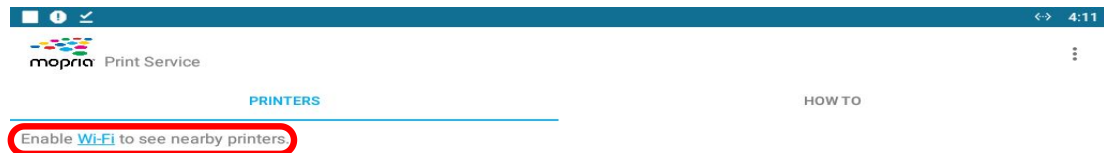

Bild 8
4. Nachdem Sie die Benutzeroberfläche der Druckersoftware aufgerufen haben, tippen Sie auf „**Enable Wi-Fi to see nearby printers**“ (WLAN zur Anzeige von Druckern in der Nähe), um mit dem WLAN des Druckers zu verbinden, wie in Abbildung 8 dargestellt. Die WLAN-Verbindung war erfolgreich, wie in Abbildung 9 dargestellt.